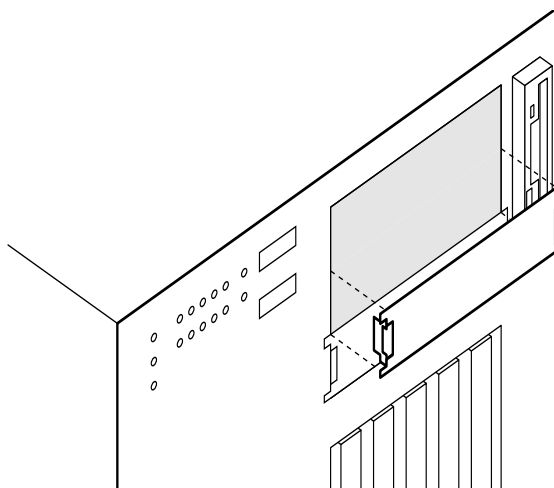

Abbildung 4-10. Entfernen der EMI Abschirmung (Frontabdeckung aus Gründen der Übersichtlichkeit nicht abgebildet)
Edelstahl EMI Abschirmung (Abbildung 4-10) auf der Einbauplatz-Abdeckung für korrekte Kühlung und Luftzirkulation.
5. Den Dorn auf der linken Seite der EMI (Abbildung 4-10) nach rechts drücken, um ihn vom Gehäuse zu lösen. Die Abschirmung aufbewahren.